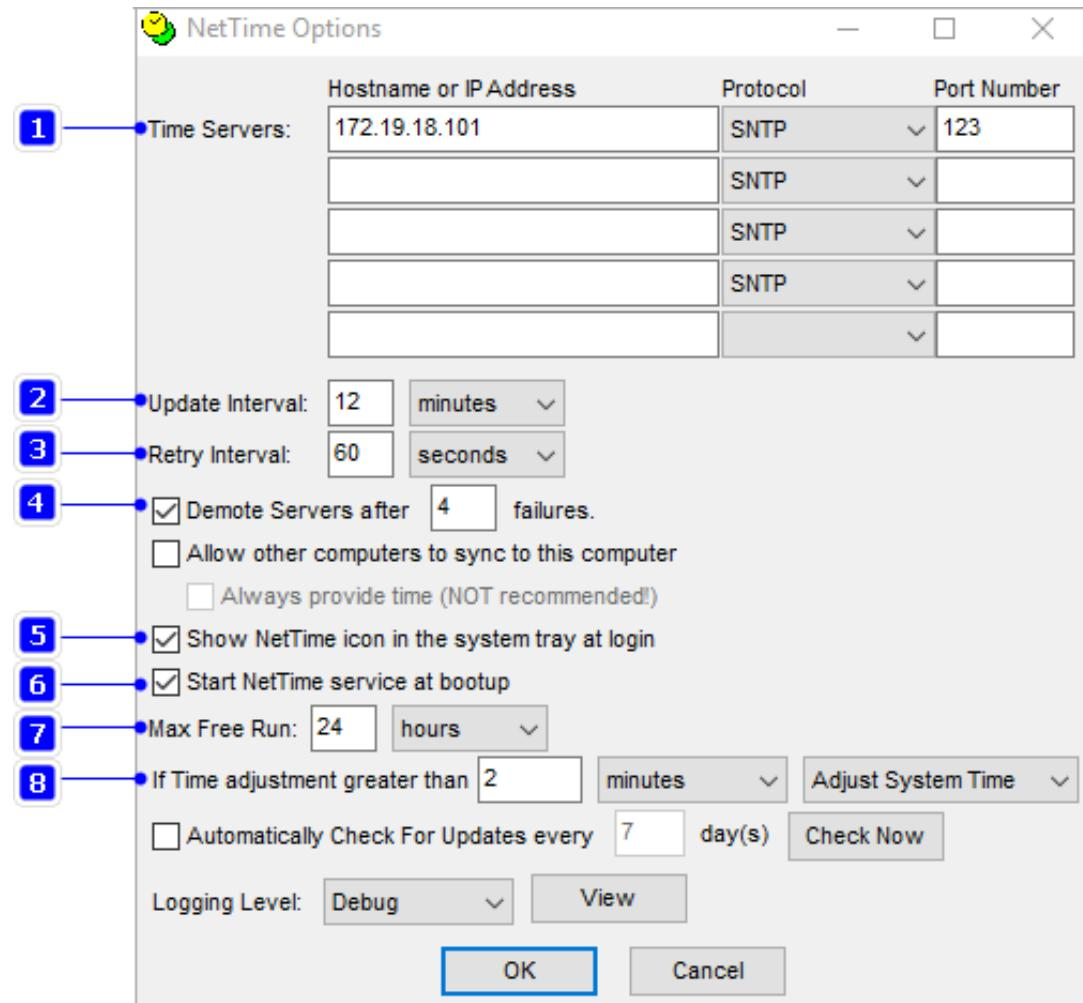

Рисунок 72 - Настройки NetTime
6. Заполните форму настроек (Рисунок 72) и нажмите **OK**. Описание настроек представлено в Таблице 15.